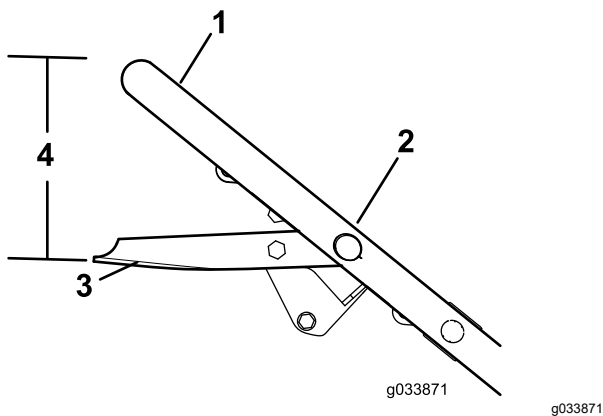

Figure 31
3. Tenez la barre de commande de la lame à 19 cm ( $7\frac{5}{8}$  po) du haut du guidon, comme illustré à la Figure 31.